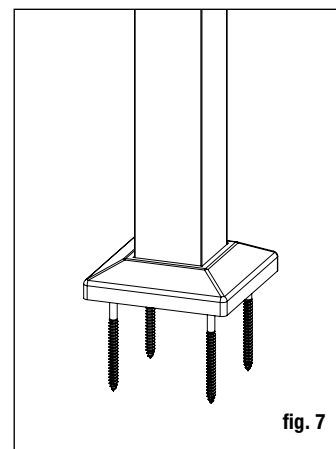

fig. 7
**Étape 5** Terminez en glissant une garniture de base de poteau sur chaque poteau pour un aspect fini. (fig. 7)